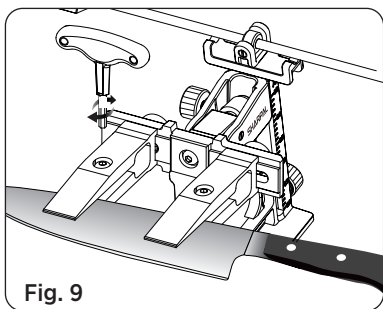

Fig. 9
**3. Wyreguluj pozycję ostrza tak, aby odległość od końca każdego uchwytu do krawędzi tnącej była jednakowa dla obu uchwytów. Gdy pozycja ostrza zostanie prawidłowo ustawiona, mocno dokręć śruby mocujące w obu uchwytach, używając klucza. (Patrz Fig. 9)**